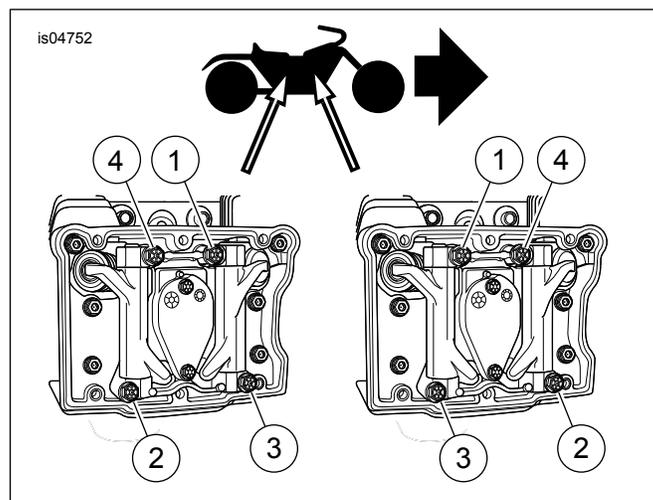

Abbildung 4. Die vier KIPPHEBELSCHRAUBEN gemäß der abgebildeten Reihenfolge jeweils um eine 1/4-Umdrehung lockern.
- Den Motor drehen, bis sich der Kolben am oberen Totpunkt (OT) des Verdichtungstakts befindet. Dazu zunächst die untere Stößelstangenführung anheben, um Zugriff auf den **Einlass**-Hydrostößel (14, in der Öffnung des Stößeldeckels) zu erhalten.
- Den Zeigefinger oben auf den Einlassstößel legen. Den Motor drehen, und das Aufsteigen (Ventil geöffnet) und Abfallen (Ventil geschlossen) des Stößels mit dem Finger fühlen. Nun den Finger fest auf die Zündkerzenöffnung legen, und den Motor erneut drehen. Beim Verdichtungstakt wird die Luft gegen den Finger herausgepresst, bis der Kolben den oberen Totpunkt (OT) erreicht hat.
- Die Motordrehung anhalten, wenn keine Luft mehr durch die Zündkerzenöffnung strömt. Die Zündkerzenöffnung mit dem Lichtstrahl einer kleinen Taschenlampe beleuchten und überprüfen, ob sich der Kolben am oberen Totpunkt befindet. Sowohl Ansaug- als auch Auslassventil sind jetzt geschlossen, und die Stößelstangen (17) befinden sich in der Position ohne Belastung (und müssen sich frei drehen).
- Die beiden Entlüftungsschrauben (4) entfernen, um die Kurbelgehäuseentlüftung (5 oder 6) von der Kipphebelstützplatte (12) zu lösen. Siehe WARTUNG UND REPARATUR DER TEILBAUGRUPPEN, KURBELGEHÄUSEENTLÜFTUNG im Werkstatthandbuch.
- Alle vier Schrauben der Kipphebelstützplatte (7) in Wechselseite **nur eine 1/4-Umdrehung** lockern, gemäß der in Abbildung 4 gezeigten Reihenfolge. Die Schrauben in Schritten von jeweils einer 1/4-Umdrehung verdrehen und dabei die gleiche, abwechselnde Reihenfolge einhalten, bis die Schrauben locker sind.